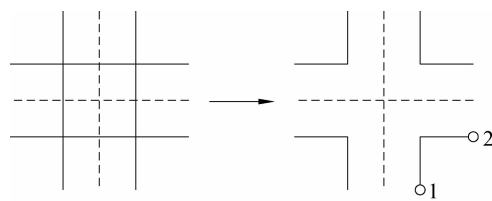

图 4-11 “十字合并”工具
(3) 十字合并: 用于在两条多线之间创建合并的十字交点, 选择多线的先后顺序无变化, 如图 4-11 所示。